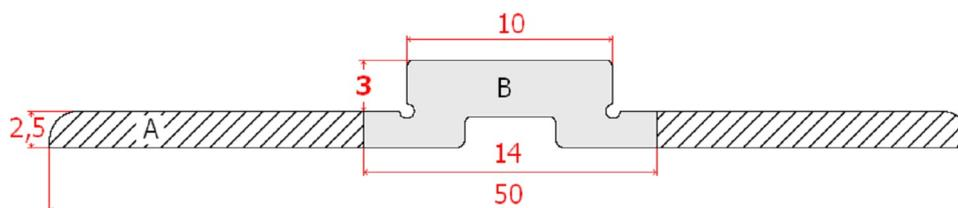

Fig. 1: BS PROFILE H3 in sezione (dimensioni in mm)
BS PROFILE H3 è un profilo coestruso in materiale plastico flessibile con cui è possibile eseguire giunti di dilatazione o contrazione (non strutturali) su massetti o calcestruzzo per incollaggio diretto con il sigillante BETONSEAL MS 2.0. BS PROFILE H3 è utilizzato nei sistemi BETONGUAINA e BETONGUAINA.S essendo concepito appositamente per realizzare giunti a raso (dimensioni in mm in Fig.1).
Con riferimento alla Fig. 1, il corpo (B) di BS PROFILE H3 è di colore nero, le alette (A) sono traslucide e incolori.
| Durezza Shore A, alette di fissaggio (parte A in Fig. 1) | - | 72 ± 2 |
| Durezza Shore A, parte centrale (parte B in Fig. 1) | - | 42 ± 2 |